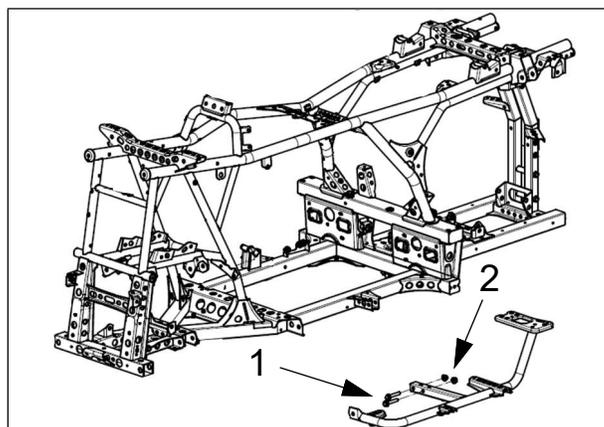
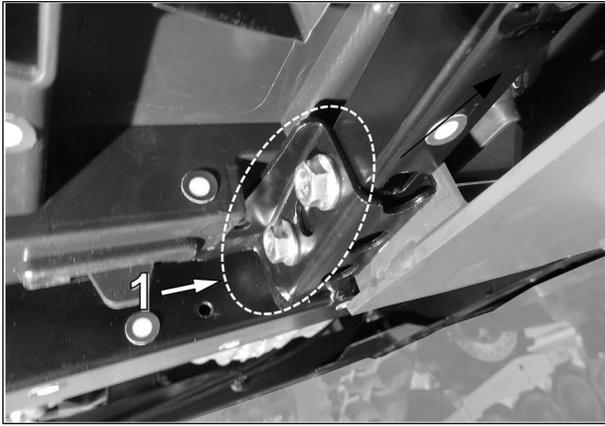

Fig. 3
Fig. 4
- Retirer les boulons (1) & écrous (2) d'assemblage du sous-cadre du marche-pied. Voir Fig. 3 & Fig. 4